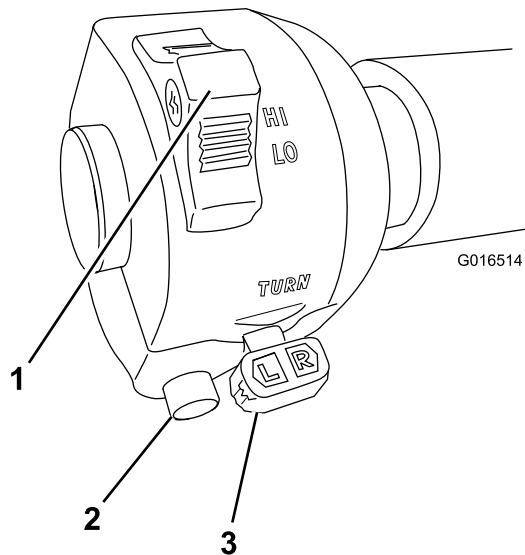

Figura 21
- El **interruptor de los intermitentes** controla los intermitentes de la derecha y de la izquierda. Funciona solamente cuando la llave de contacto está en la posición de Encendido (Figura 21).
- El interruptor de los faros (luces largas y cortas) funciona solamente cuando la llave de contacto está en la posición de Encendido (Figura 21).